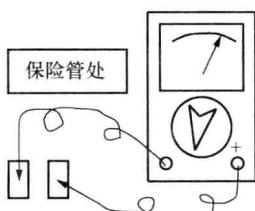

图 1-9 工作电流检测
- 1) 如图 1-9 所示，取下 BX2，通电用万用表测 BX2 处直流电流， $I \leq 40mA$ ，正常